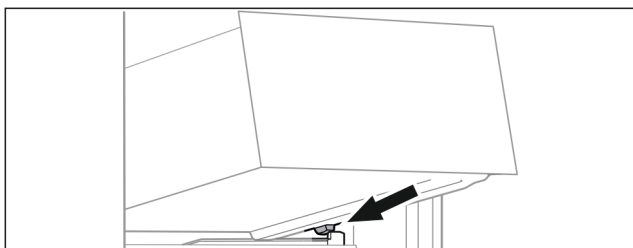

Fig. 15
- ▶ Nasadte zásuvku šikmo za zářezky na žebrování na nádoby Fig. 15 (1).